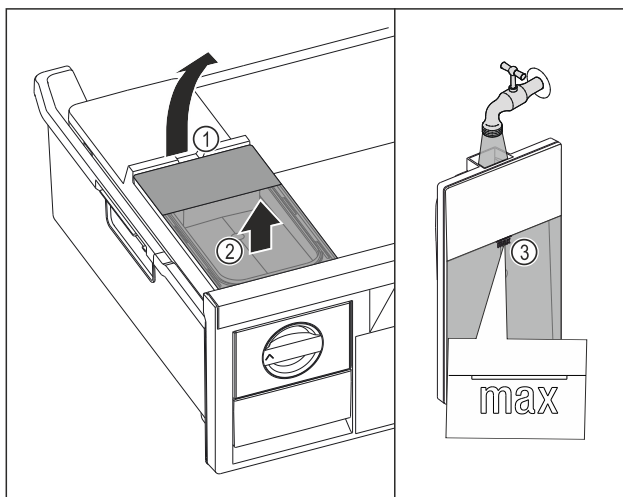

Fig. 110
- ▶ Zvedněte nádržku na vodu za vybrání Fig. 110 (1).
- ▶ Vyjměte nádržku na vodu nahoru. Fig. 110 (2)
- ▶ Naplňte nádržku na vodu pitnou vodou až po značku Fig. 110 (3).